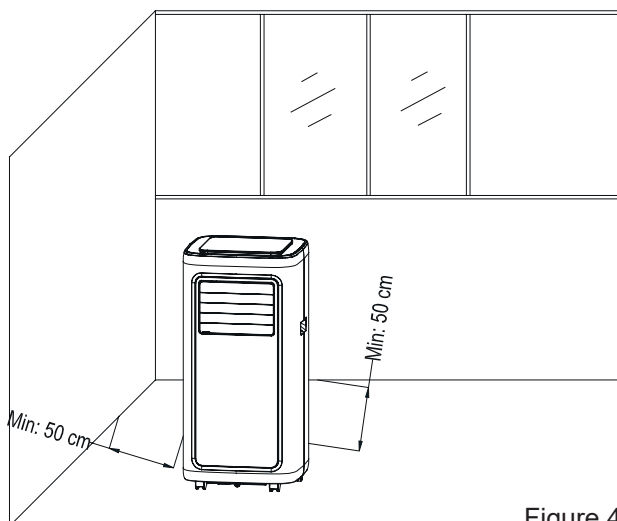

Figure 4
- 1) Déplacez le climatiseur avec le tuyau d'évacuation de chaleur et les dispositifs déjà connectés devant la fenêtre, tout en veillant à garder une distance de plus de 50 cm entre la machine et les murs ou autres objets. (voir Figure 4).